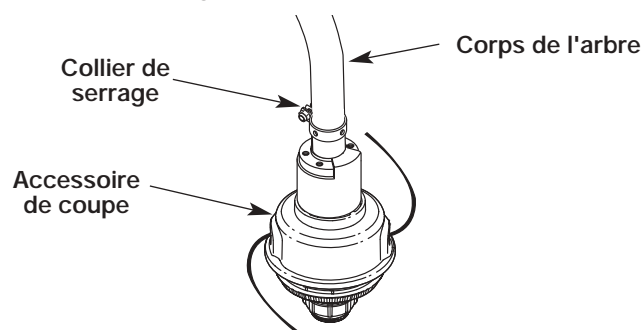

Fig. 3
1. Placez le protecteur d'accessoire de coupe sur le corps de l'arbre au-dessus de l'ensemble de bride (Fig. 3).